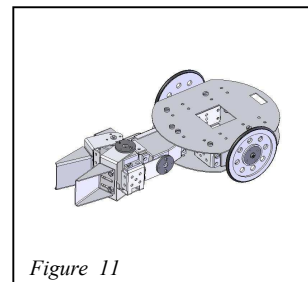

Figure 11
Étape 2 : faites glisser la brique Easy de la pince entre les châssis (4) du robot à roues. Il y a 3 trous qui permettent le vissage. Voir Figure 11.